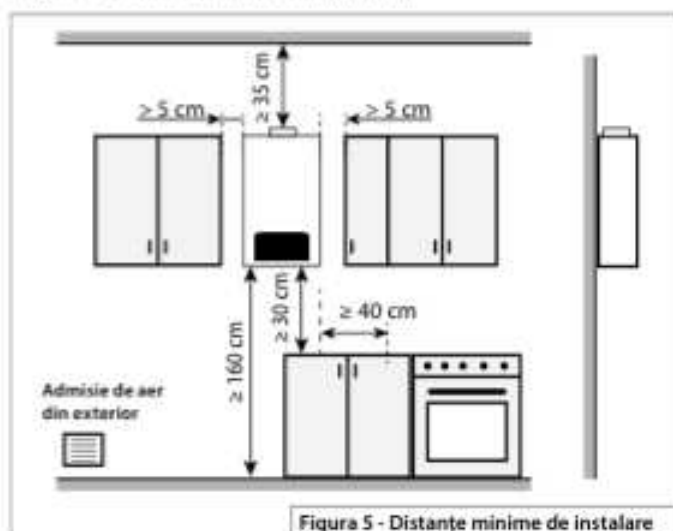

Figura 5 - Distanțe minime de instalare
- Asigurați-vă că distanțele minime sunt conforme cu informațiile din *Figura 5 - Distanțe minime de instalare*.